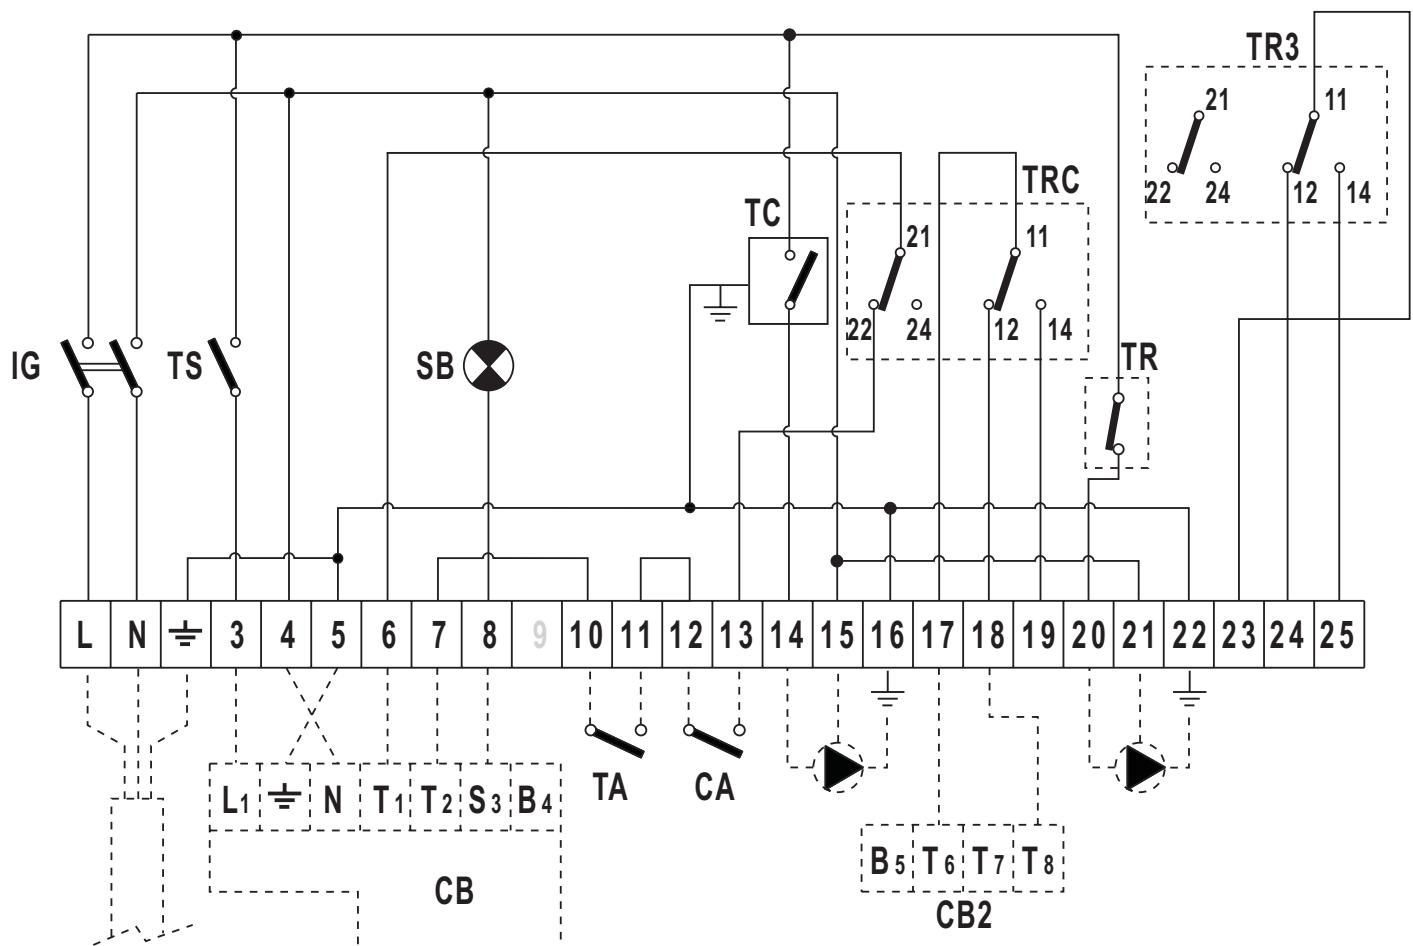

fig. 4 - Schéma électrique du panneau de contrôle 0QC077XA
### Schéma du bornier des branchements électriques (fig. 4)
**0QC077XA** – Термостатическая 3-ступенчатая панель управления с рециркуляцией (fig. 4)